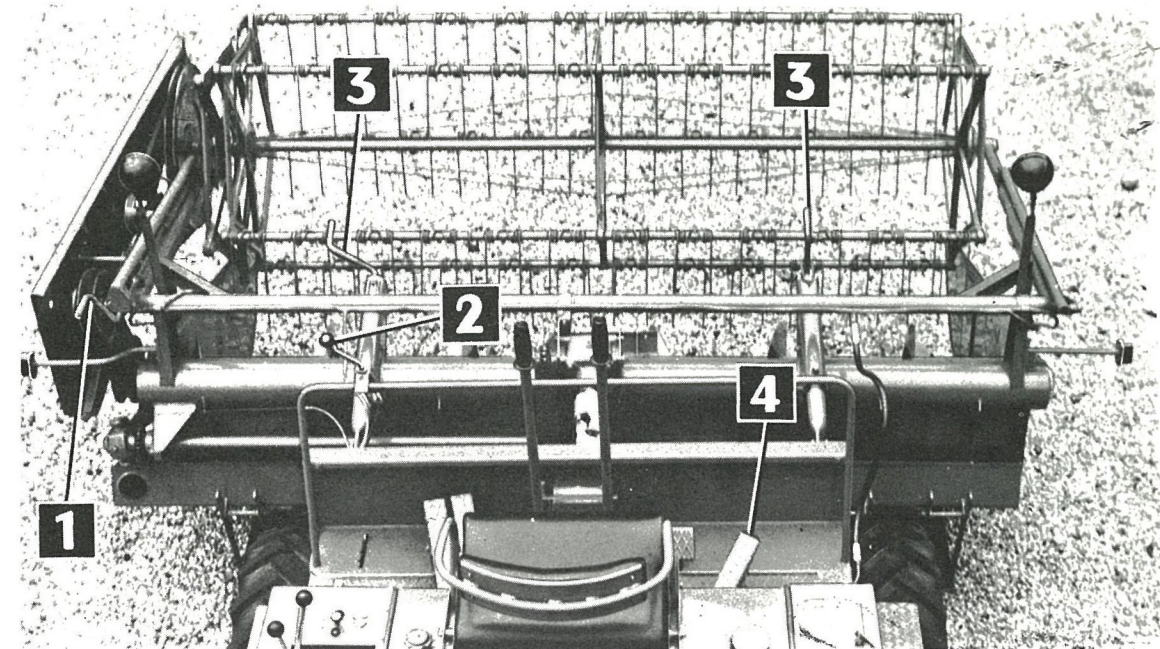

FIG. 1B
Agir sur la manivelle 2 Fig. 1B.
En appuyant sur l'avant de la pédale 4 Fig. 1B le rabatteur descend et inversement lorsque l'on agit en arrière.
- dans le cas de machines avec équipement "pois verts" ou "décharge latérale", monter sur la rampe du poste de conduite, la manivelle de commande du variateur de vitesse du rabatteur (voir Figure 1B repère 2).